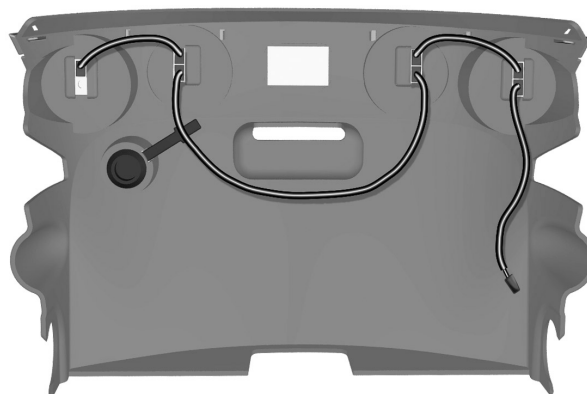

Abbildung 140.
3. Die Kabel hinten an Beleuchtung/Blinker anschließen. Siehe Abbildung 140.